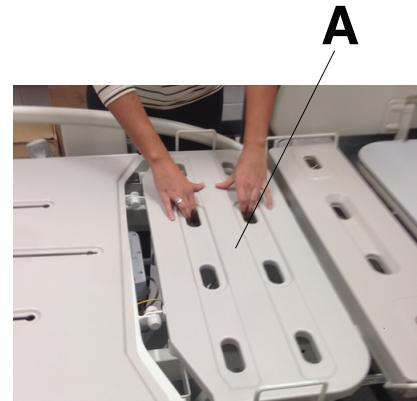

図 3 – 上部レッグレストのカバーを取り外す
1. 上部レッグレストのカバー (A) を取り外します (図 3)。